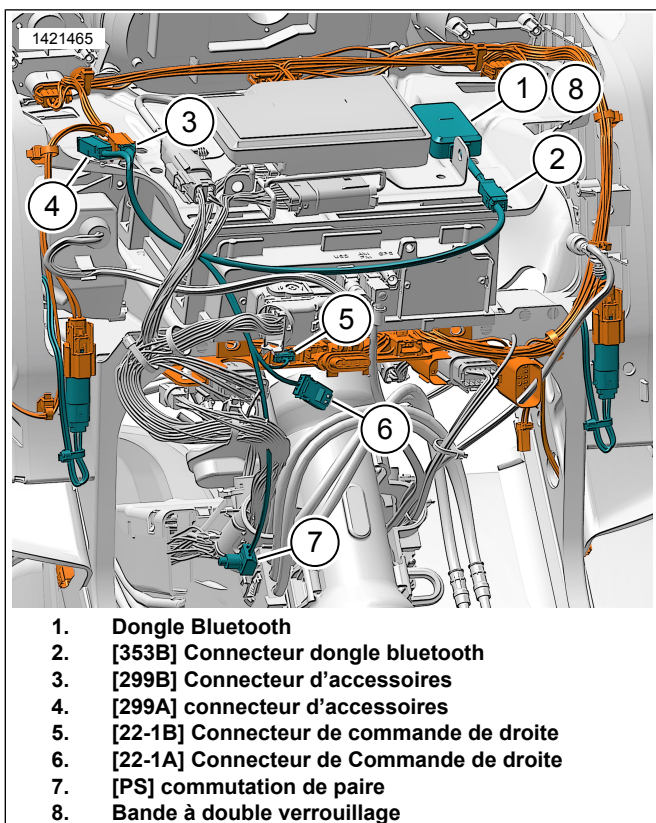

Figure 14. Faisceau de dongle Bluetooth monté sur cadre (2014-2016)
1. Voir la Figure 14. Installez et dirigez le faisceau de dongle bluetooth sous le carénage.